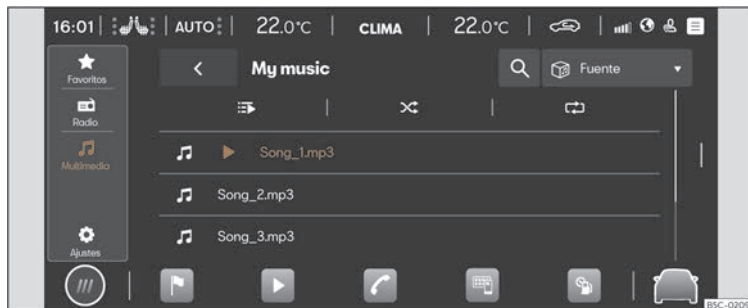

Fig. 167 Representació esquemàtica: Vista Multimedia.
- Premeu **HOME** > ► > **fig. 167**.